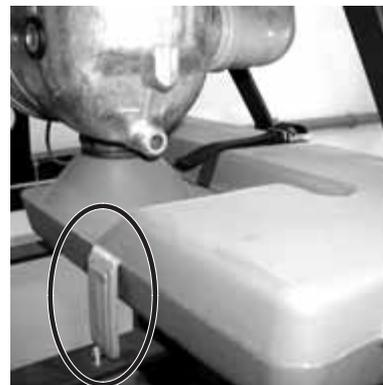

Fig. 5-8 Far scattare in posizione la linguetta stabilizzante
4. Abbassare la linguetta stabilizzante e farla scattare in posizione (fig. 5-8).